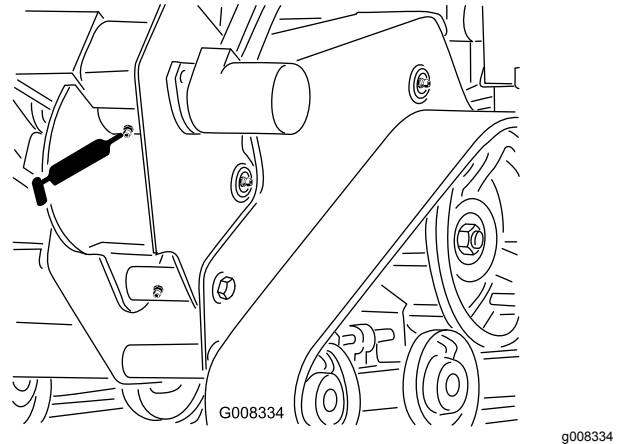

Figura 27
3. Limpie el engrasador del alojamiento de la zanjadora con un trapo y conecte una pistola de engrasar (Figura 27).